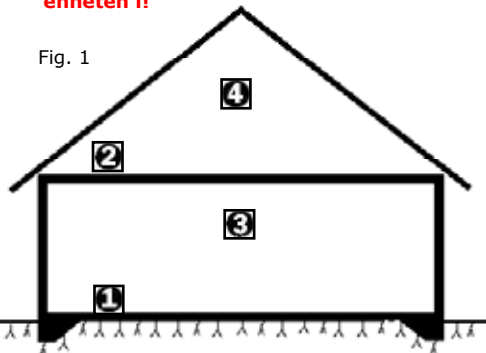

Fig. 1
- For å forstyrre skadedyrene så mye som mulig skal én eller flere Topo Stop R100 monteres så nær dyrenes innganger/tilholdssteder i huset som mulig. Det kan for eksempel være i dobbelt gulv ①, taket ② eller begge deler ①+② (fig. 1)